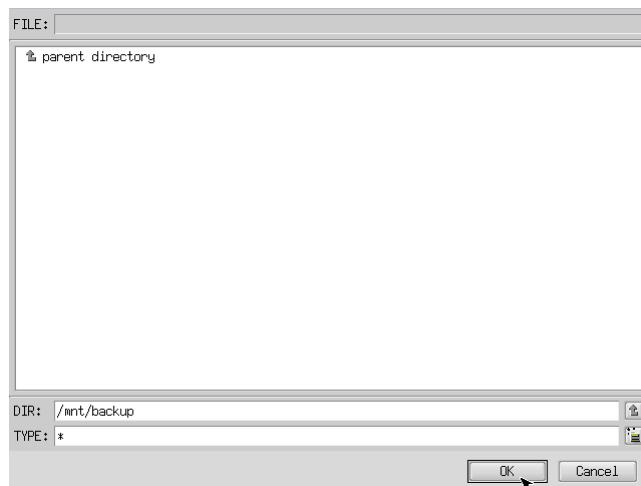

図 6-3-3. フォルダ参照画面
- ④ フォルダ参照画面（図 6-3-3）が表示されます。②で接続したメディアは、/mnt にマウントされていますので、/mnt 以下のフォルダを選択してください。[OK] を押すとフォルダ選択画面にもどります。